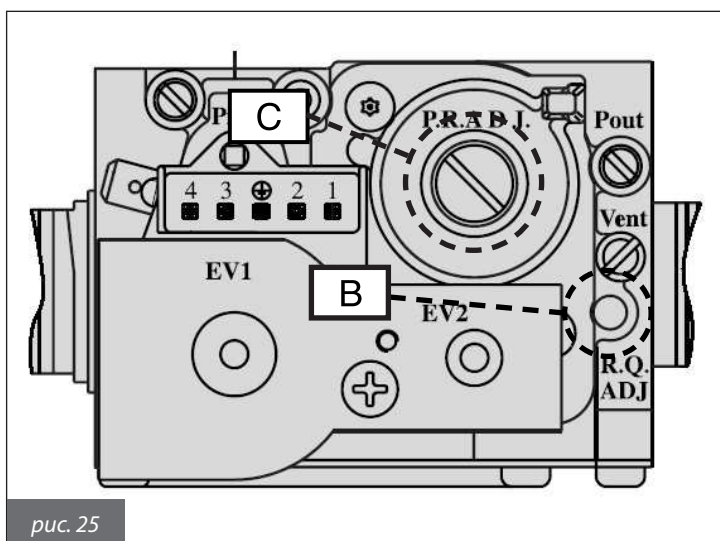

рис. 25
- отрегулировать значение CO_2 дымовых газов, вращая соответствующий регулятор **B** (рис. 25) и убедиться в том, что оно не превышает параметры, представленные в таблице 21;
- отрегулировать значение CO_2 дымовых газов, вращая соответствующий регулятор **C** (рис. 25) и убедиться в том, что оно не превышает параметры, представленные в таблице 21;